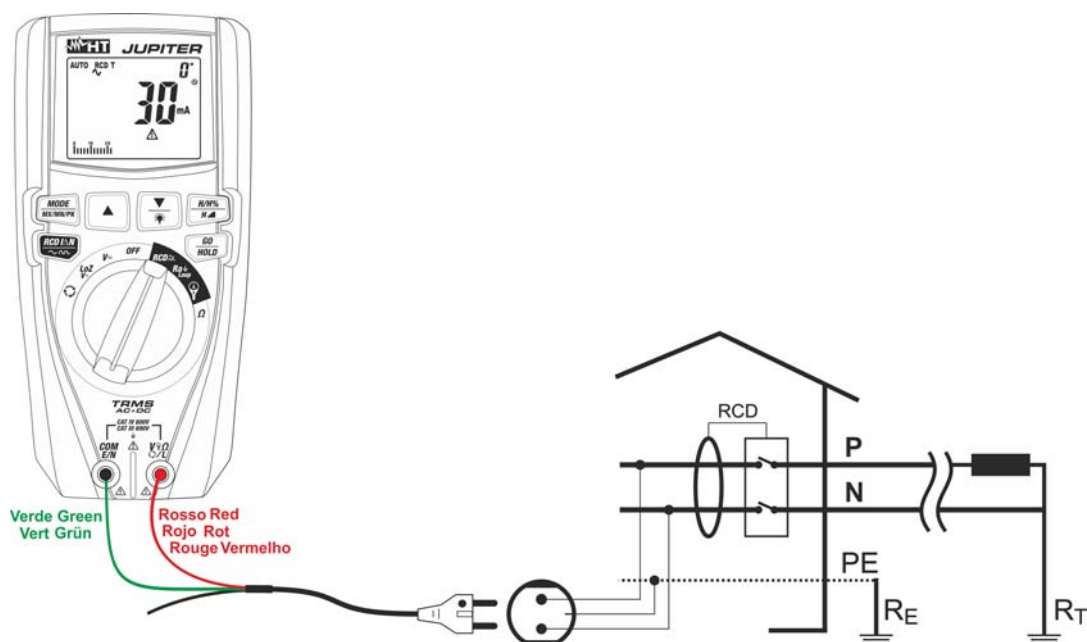

Fig. 29: Uso para test RCD sobre sistema monofásico con cable con toma Schuko
6. En caso de uso del cable con toma shuko inserte el conductor rojo en el terminal de entrada **V $\Omega$ L** y el conductor verde en el terminal de entrada **COM/E/N** y conecte el instrumento a la instalación en examen (ver Fig. 29). La presencia de la tensión Fase-Tierra se muestra en la barra grafica